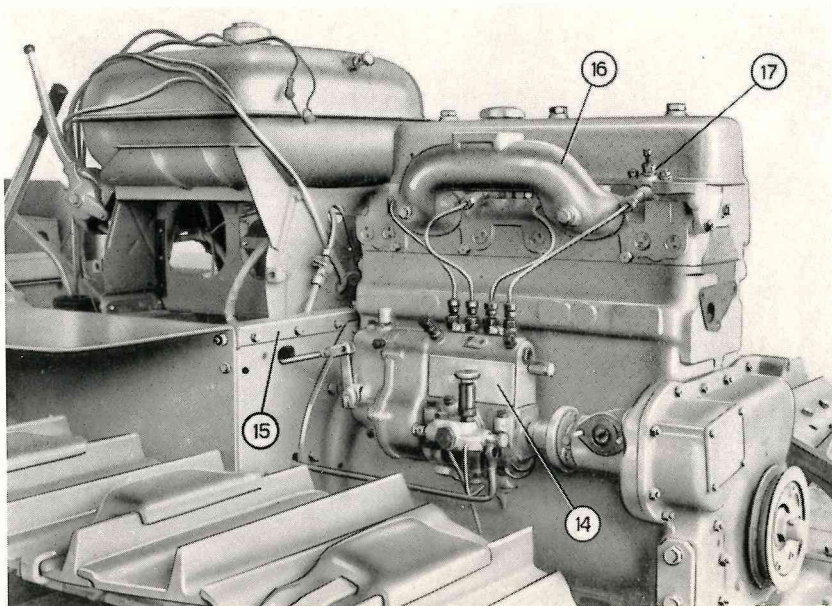

Fig. 6 - Distacco del motore.
La dinamo, la pompa acqua con ventilatore, il filtro dell'olio, il motore di avviamento, il contaore e la pompa iniezione (14, fig. 6).
- La traversa di unione parafanghi (15, fig. 6).
- Il collettore di aspirazione (16, fig. 6).
- Gli iniettori (17, fig. 6).